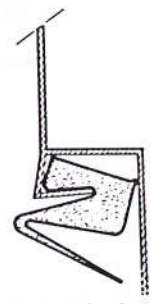

Fig. 17D
- 4) A l'aide d'un jet en bois de préférence, rabattre d'abord le bord de tôle (A), puis le bord (B), pour obtenir un positionnement après sertissage, comme indiqué Fig. 17D.